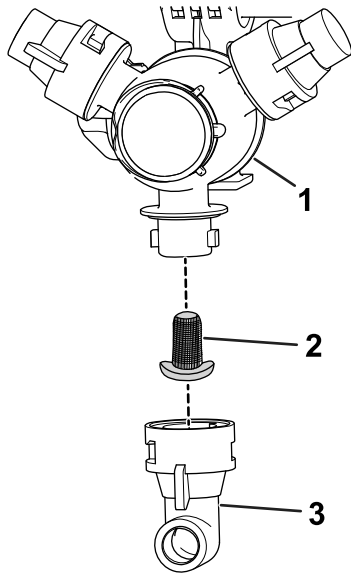

Рисунок 106
- Снимите сопло с поворотной распылительной головки (Рисунок 106).
- Снимите старый фильтр сопла (Рисунок 106).
- Установите новый фильтр сопла (Рисунок 106).
- Установите сопло на поворотную распылительную головку (Рисунок 106).